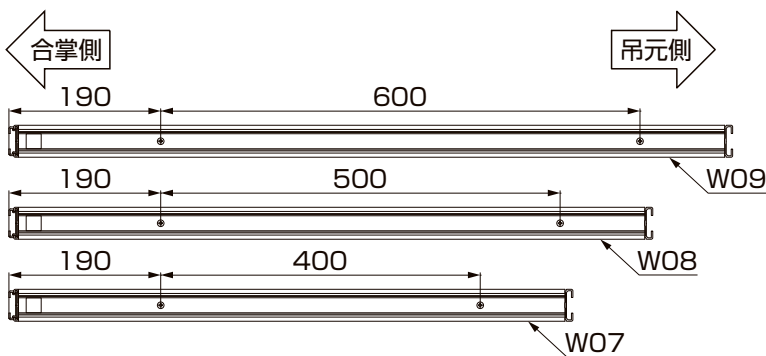
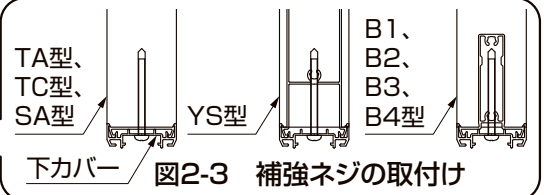

図2-1 下カバーへ補強ネジの取付け位置
図2-3 補強ネジの取付け
① 本体に【1-4】を図2-1の位置に固定してください。(図2-3参照)
- 【1-4】を取付ける前にφ3.5のドリルで50mmの下穴をあけてください。(図2-1参照)